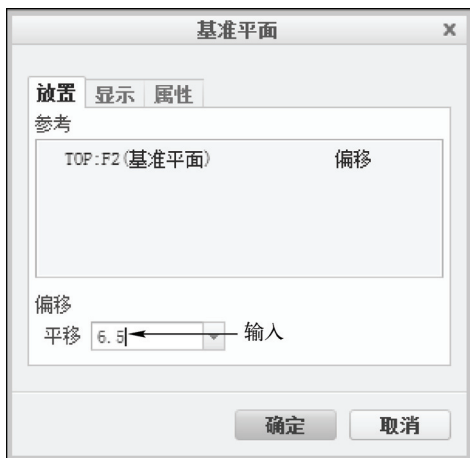

图 15-10 输入参数一
STEP 01 在“模型”选项卡中，单击“基准”面板中的“平面”按钮，弹出“基准平面”对话框，在绘图区中选择“TOP”基准平面，在“平移”文本框中输入“6.5”，如图 15-10 所示。